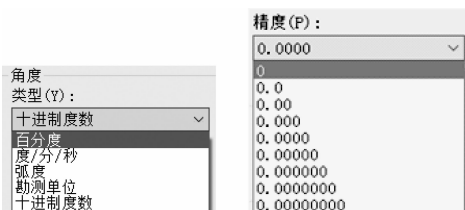

图 2-6 “类型”和“精度”下拉列表框 2
(2)角度:用于设置图形的角度单位格式。在“类型”下拉列表框中设置角度单位,在“精度”下拉列表框中设置角度精度。默认逆时针方向为角度增量的正方向,也可选中“顺时针”复选框,设置为逆时针方向为角度增量的正方向,如图 2-6 所示。